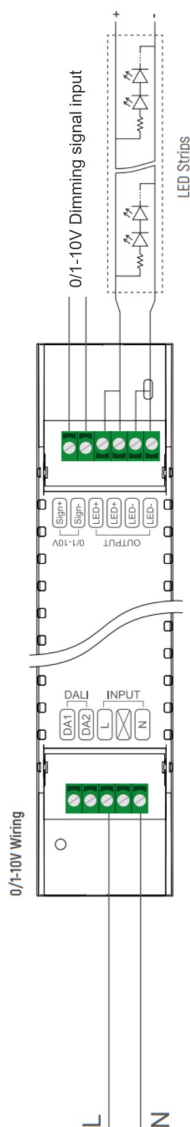

Рис.5. Схема проводки для подключения к 0/1-10 В диммирующему сигналу
2. К 0/1-10 В диммирующему сигналу - см. рис. 5